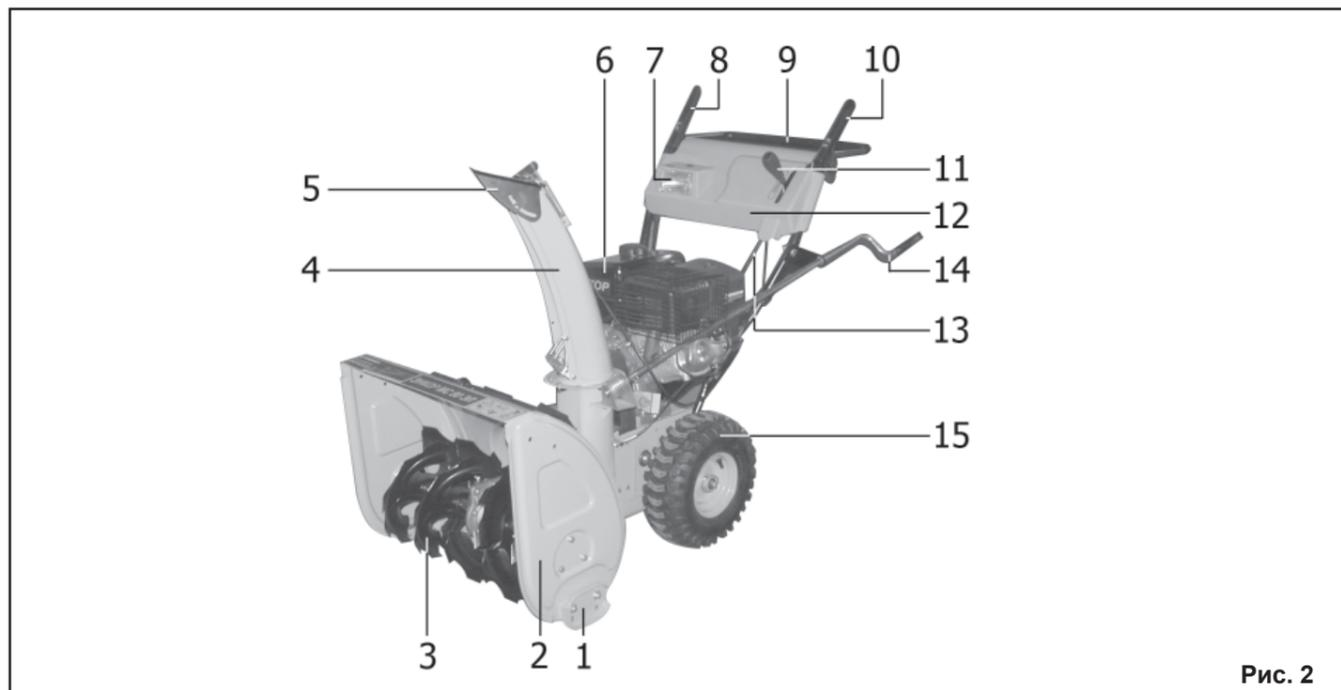

Рис. 2
5.1. Устройство снегоуборщика представлено на Рис. 2